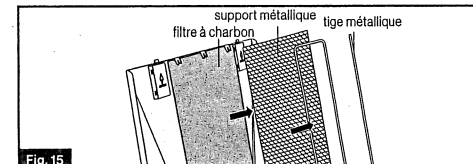

Fig. 15
4. Séparez la tige métallique, le support métallique et le filtre à charbon du couvercle. (Fig. 15)